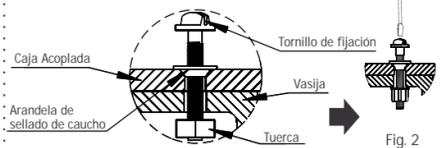

Fig. 2
- 1: Observar la secuencia del montaje. Fig. 2